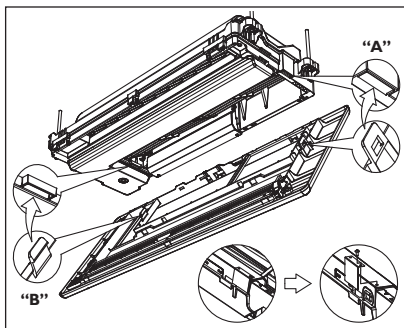

FIG. 45
2. Existem dois pontos de encaixe na estrutura da unidade interna para montagem da grelha; para colocá-la na estrutura faça o encaixe primeiro do lado esquerdo ("A" - Fig. 45) e depois no lado direito ("B" - Fig. 45).